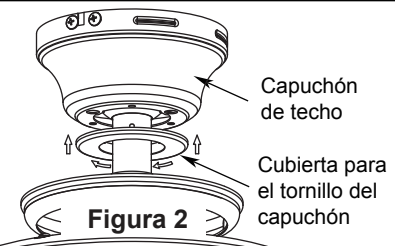

Figura 2
2. Alternando posiciones, extraiga los tres tornillos del acoplamiento del motor y guarde los tornillos para el Paso 4. (Figura 2)
Debe colgar el ventilador a una distancia mínima de 2,13 m desde las aspas hasta el piso. (Figura 2)
1. Conecte el conductor verde con conexión a tierra de la bola para colgar y el conductor verde con conexión a tierra de la abrazadera para colgar al conductor de suministro con conexión a tierra (posiblemente un conductor desnudo o un cable con aislante verde). Conecte los cables a los conectores provistos de forma segura. (Figura 2)
2. Conecte el conductor blanco del motor del ventilador al conductor blanco (neutro) mediante el conector provisto de forma segura. Conecte el conductor negro del motor del ventilador y el conector azul al conductor negro mediante el conector provisto de forma segura. (Figura 2)
2. Instale la carcasa de los tornillos de la cubierta girándola en el sentido de las agujas del reloj y presionando hacia la cubierta del techo. (Figura 2)
2. Instale los dos tornillos restantes extraídos en el paso 1 de la página 30 (Cómo colgar el ventilador de techo) para asegurar la cubierta del techo al soporte colgante del techo. (Figura 2)
2. Ajuste las aspas ensambladas y los soportes al del motor con los tornillos y las arandelas de seguridad en bolsas de accesorios suministrados. Asegúrese de que los tornillos que fijan los soportes de aspas al buje del motor estén bien ajustados y que los soportes de aspas estén correctamente colocados. (Figura 2)
2. Fije firmemente el conector de 9 pasadores de la unidad del motor al enchufe del mazo de cables dentro de la unidad caja del interruptor. (Figura 2)
2. Instale el acoplador de la cadena del tirador del ventilador. (Figura 2)